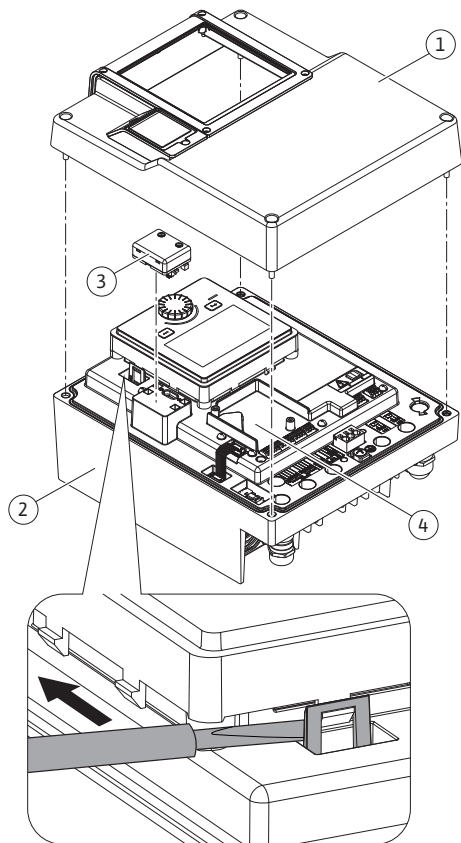
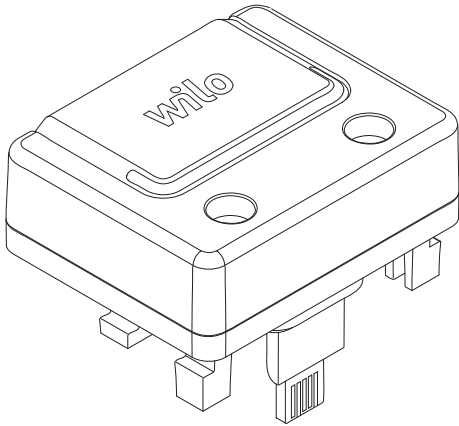

Fig. 30: Elektronikkmodul
Fig. 31: Wilo-Smart Connect modul BT
1. Åpne fjærkroken (Fig. 30) forsiktig med et verktøy (f.eks. en skrutrekker).
Bluetooth-grensesnittet Wilo-Smart Connect modul BT (Fig. 30, pos. 3 og Fig. 31) brukes for tilkobling til mobile enheter som smarttelefoner og nettbrett. I Wilo-Assistant-appen er Wilo-Smart Connect-funksjonen. Med Wilo-Smart Connect-funksjonen kan man styre og stille inn pumpen samt lese ut pumpedata. For innstillinger kan du se kapittelet «Oppstart» [► 52].
1. Løsne de fire skruene på elektronikkmodulens overdel (Fig. 30, pos 1; Fig. 1, pos. 2).
3. Sett inn Wilo-Smart Connect modul BT på tiltenkt grensesnitt Wilo-Connectivity Interface. Se Fig. 30, pos. 3.
CIF-moduler (tilbehør) brukes for kommunikasjon mellom pumper og bygningsautomatiseringsteknikk. CIF-modulene plugges i elektronikkmodulen (Fig. 30, pos. 4).